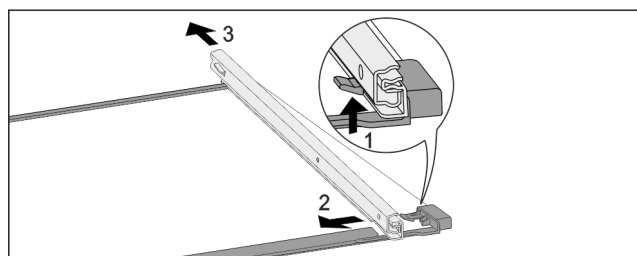

Fig. 107 Glashylla med skenor
- Tryck främre spärr uppåt. Fig. 107 (1)
- Skjut bort utdragsskena i sidled Fig. 107 (2) och bakåt Fig. 107 (3).